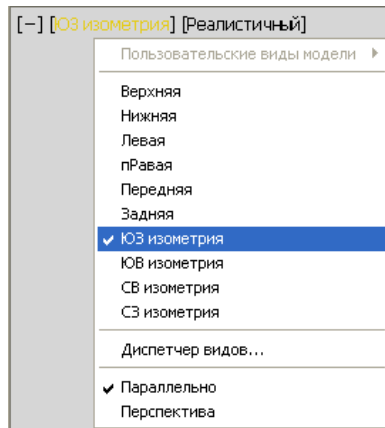

Рис. 63
- Установите текущий вид **ЮЗ изометрия** (Рис. 63).